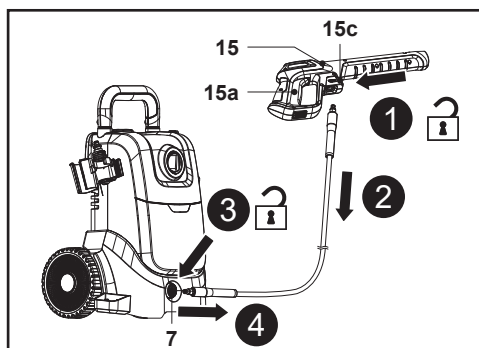

Fig. 6
**AVISO! NUNCA DÊ NÓS NA MANGUEIRA DE PRESSÃO (14) NEM A DOBRE, POIS TAL PODERIA RESULTAR EM DANOS.**
4. Para desconectar a mangueira de pressão (14) da pistola de pulverização (15), empurre a alavanca de libertação rápida (15c) em direção à mangueira de pressão (14), mantendo-a no lugar e, em seguida, puxe para fora a mangueira de pressão (14) (Fig. 6, passos 1, 2).
5. Para desconectar a mangueira de pressão (14) da máquina, empurre a junta exterior do conetor (7) da mangueira para dentro, mantendo-o no lugar e, em seguida, puxe para fora a mangueira de pressão (14) (Fig. 6, passos 3, 4).